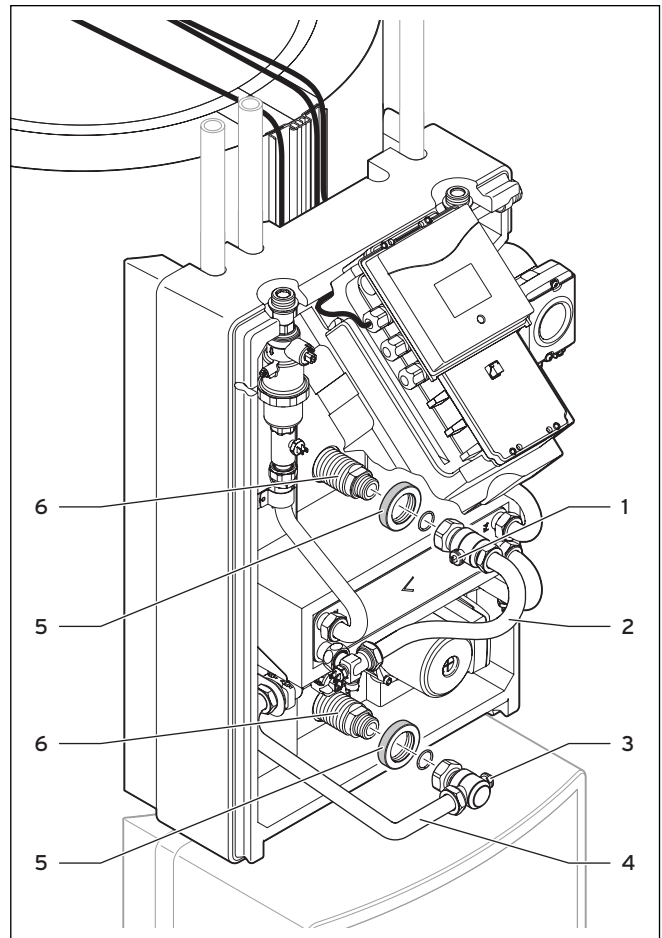

Abb. 5.4 Solarladestation am Pufferspeicher VPS/2 montieren
- Schrauben Sie die Sicherungsringe **(2, auch → 5, Abb. 5.4)** handfest auf die Verbindungsmuffen des Vor- und Rücklaufs des Pufferspeichers, bis die Solarladestation glatt am Pufferspeicher anliegt.